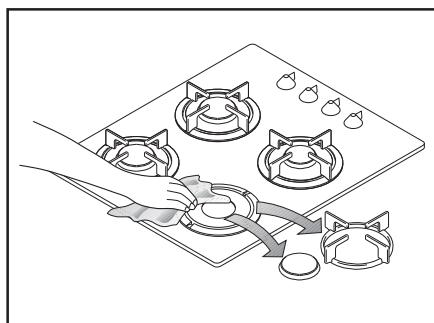

Рис. 2
- После появления пламени поддержите ручку нажатой около **5 секунд**. Это даст термопаре (рис. 2 - поз. D) нагреться и отключить предохранительное устройство, в противном случае подача газа будет прервана. Затем убедитесь в стабильности пламени и отрегулируйте его на нужный уровень.
Подставки для посуды снимаются, чтобы можно было почистить панель. После чистки проверьте, что подставки как следует встали на место (рис. 2).